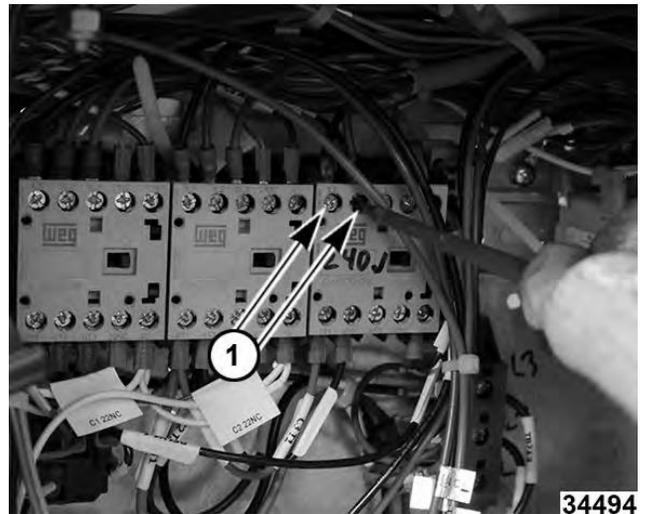

Fig. 94
12. Desconecte el cableado del motor de la bomba de lavado y retire el cableado (1, Fig. 94) de la caja de control.